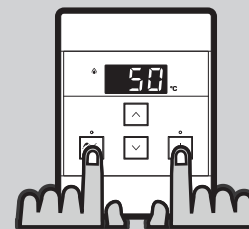

Fig. 3
PASO 1: Sólo sobre el comando 'Master', pulsar y mantener pulsados a la vez los botones 'Priority' y 'On/Off' (Fig.3) durante 5 segundos, hasta que el comando emite un 'beep'..